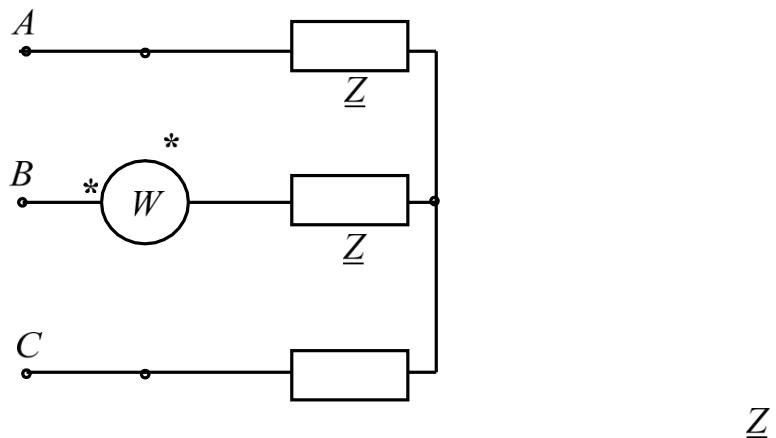

Рис. 3.4. Расчетная схема
**Задача 3.4.** Чему равно показание ваттметра, включенного в симметричную трехфазную цепь (рис. 3.4). Нагрузка фаз  $\underline{Z} = (4 + j3)$ , Ом, линейное напряжение  $U_{\text{л}} = 380$  В.